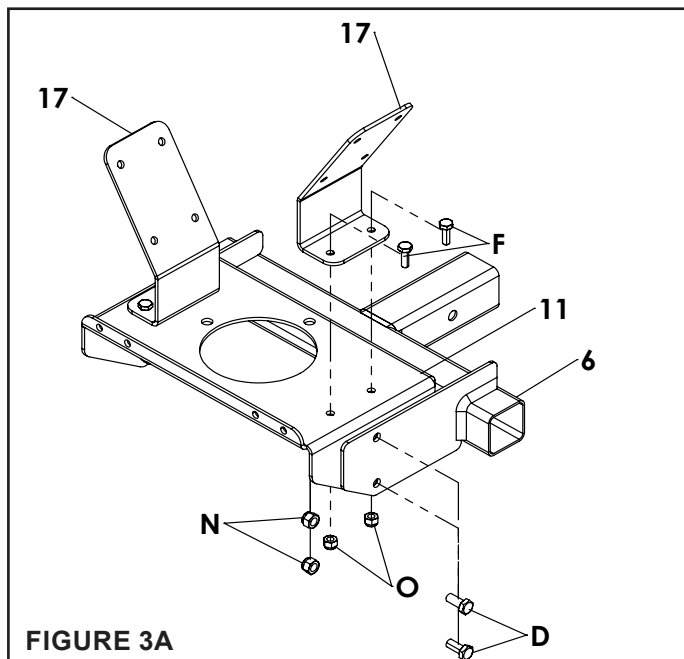

FIGURE 3A
ÉTAPE 3A : (VOIR FIGURE 3A)
- Placez le support de trémie (11) entre l'ensemble de montage de la barre (6), alignez les trous et fixez l'ensemble avec deux boulons hexagonaux (D) et deux écrous hexagonaux (N).
- Fixez le support de trémie (17) au support de trémie (11) à l'aide de deux boulons hexagonaux (F) et de deux écrous hexagonaux (O).